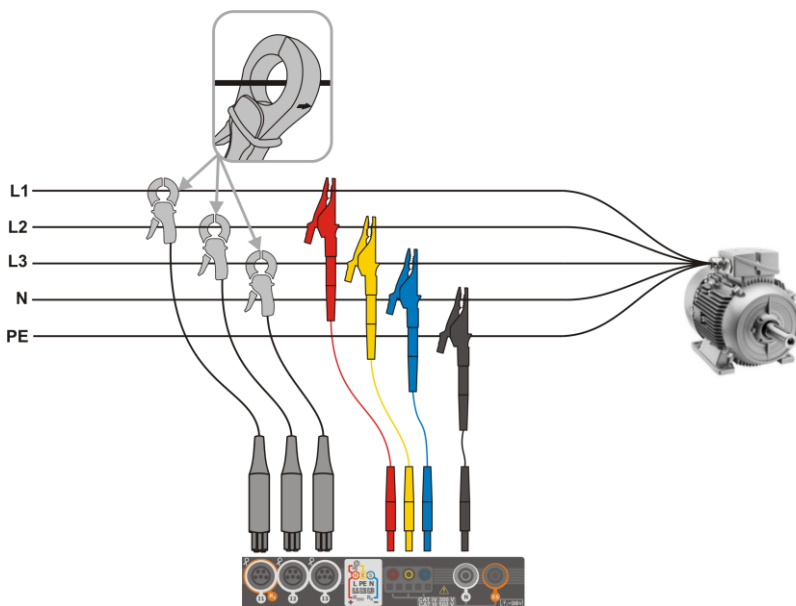

Fig. 5.6 Esquema de conexión – sistema trifásico con cuatro conductores de trabajo
- trifásica de 4 hilos (**Fig. 5.6**),